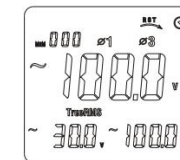
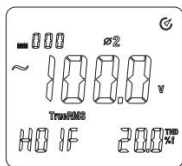
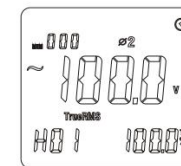

Figura 20
Figura 22
Figura 23
4. Ecranul LCD va afișa rezultatul implicit al detectării fazei dacă o anumită fază a tensiunii este mai mică de 50V sau nu există semnal pentru sarcina sistemului trifazat cu patru fire. După cum se arată în Figura 20, simbolurile fazelor corespunzătoare nu vor fi afișate pe LCD.
Pași de măsurare: Apăsați tasta HARM pentru a intra în modul de măsurare a armonicilor totale de tensiune la rata totală de distorsiune a undei, mai întâi după bootstrap, și conectați semnalul de tensiune al fazei măsurate la capătul de intrare de tensiune al instrumentului prin sondă și conectați firul zero la capătul COM. După cum se arată în Figura 20, conectați firul de fază la orice port al V1/V2/V3 și apăsați tasta SELECT astfel încât portul de măsurare să fie consistent cu portul de intrare. După cum se arată în Figura 22, ecranul LCD va afișa ordinea armonicelor curente (cu afișaj auxiliar în colțul din stânga jos), armonicile totale de tensiune pentru rata totală de distorsiune a undei (cu afișaj auxiliar în colțul din dreapta jos) și valoarea efectivă a tensiunii armonice (cu afișajul principal în mijloc), respectiv.
Pași de măsurare: Apăsați tasta HARM pentru a intra în modul de măsurare a componentelor armonice de tensiune după bootstrap și conectați semnalul de tensiune al fazei măsurate la capătul de intrare în tensiune al instrumentului prin sondă și conectați firul zero la capătul COM. Așa cum se arată în Figura 20, conectați firul de fază la orice port al V1/V2/V3 și apăsați tasta SELECT astfel încât portul de măsurare să fie consistent cu portul de intrare. Așa cum se arată în Figura 23, ecranul LCD va afișa ordinea armonicelor curente (cu afișaj auxiliar în colțul din stânga jos), valoarea efectivă a tensiunii armonice (cu afișajul principal în mijloc) și procentul din valoarea efectivă a componentei armonice pentru valoarea efectivă a undei fundamentale (cu afișaj auxiliar în colțul din dreapta jos), respectiv.